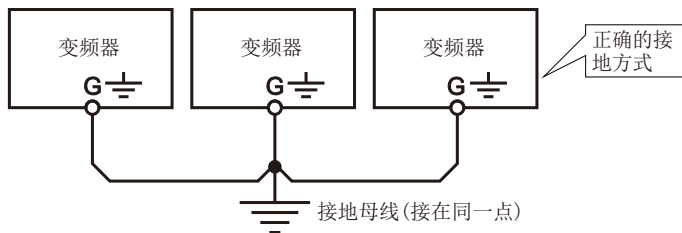

图 1-1
- 为了安全起见，变频器的接地端子必须可靠接地，为了避免接地共阻抗干扰的影响，多台变频器的接地要采用一点接地方式，如图1-1所示。